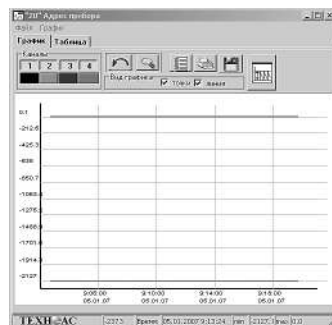

рис.26
- Программа выведет окно (рис.26), в котором с заданным интервалом программа будет выводить на экран компьютера результаты измерений из памяти прибора.